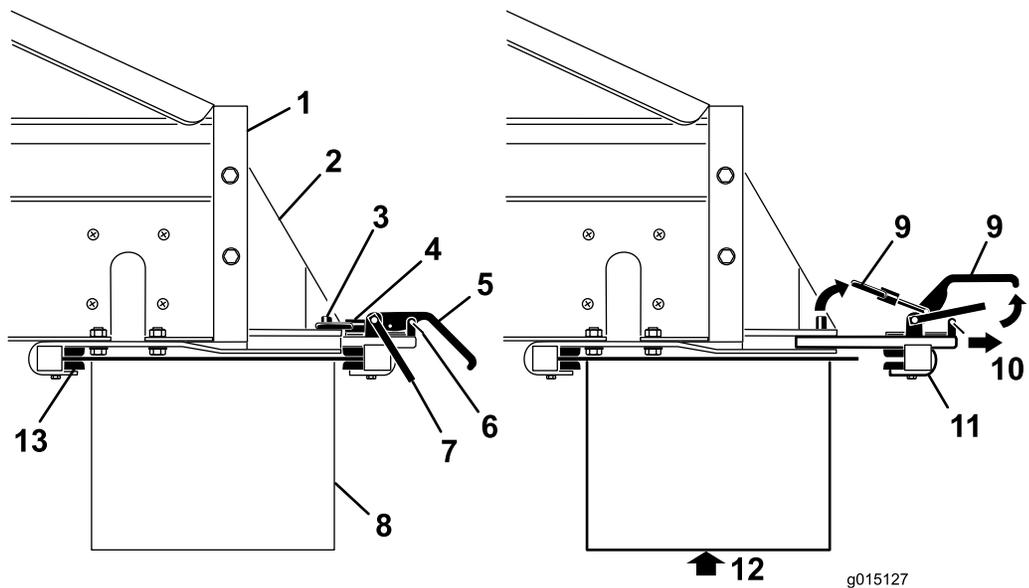

図 41
1. クランプのハンドルから、安全ラッチクリップを外す 図 41。
2. 安全ラッチを立て、アタッチメント側のクランプハンドルを開いてロックピンからロックリングを外す 図 41。
3. クイックアタッチスロットから、後クランプアセンブリを引き出す 図 41。
4. 誰かに補助してもらってツインスピナーを持ち上げ、スピナーの前端をマシンの下の前クランプブラケットにセットする 図 41。
5. ツインスピナーを持ち上げたまま、後クランプアセンブリをクイックアタッチスロットに戻し、スピナーの後端部にセットする 図 41。
7. クランプのハンドルに、安全ラッチクリップを取り付ける 図 41。